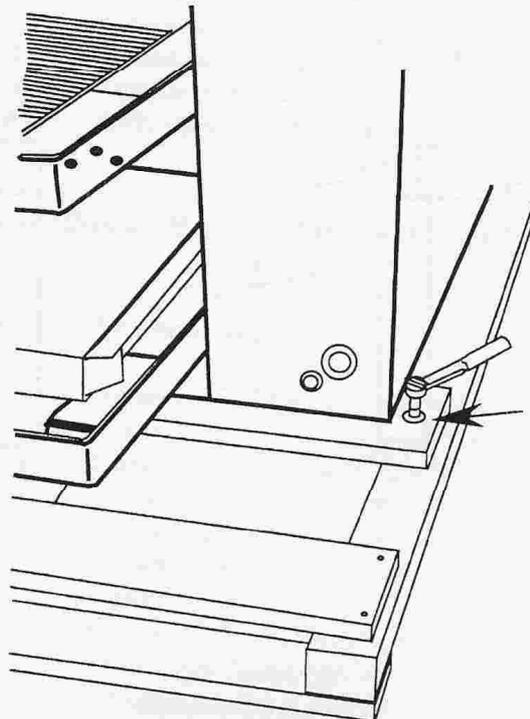

Abbildung 2-3
2. Der Ofen ist an den beiden Enden auf der Palette verschraubt. Die beiden Bolzen entfernen, die dieses Holzbrett an der Palette befestigen. Siehe Abb. 2-3.